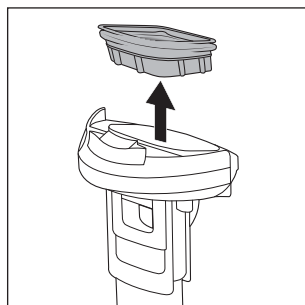

Fig. 24
- ♦ Remova o filtro de sujidade **10** do reservatório de água suja **2**, colocando os dedos lateralmente nas aberturas ao lado do filtro de sujidade **10** e puxando-o para cima, para fora da tampa do reservatório de água suja **9** (ver fig. 24).